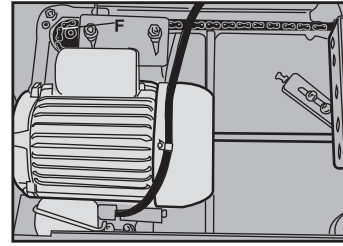

FIG.25
IMPORTANTE: ESTE AJUSTE ES MUY SENSIBLE Y NO DEBE SER NECESARIO GIRAR EL MECANISMO MÁS DE UN O DOS DIENTES. Girar la rueda dentada (F) fig.25, en dirección del reloj disminuye la distancia entre la mesa y la pieza. En dirección contra el reloj aumenta la distancia.